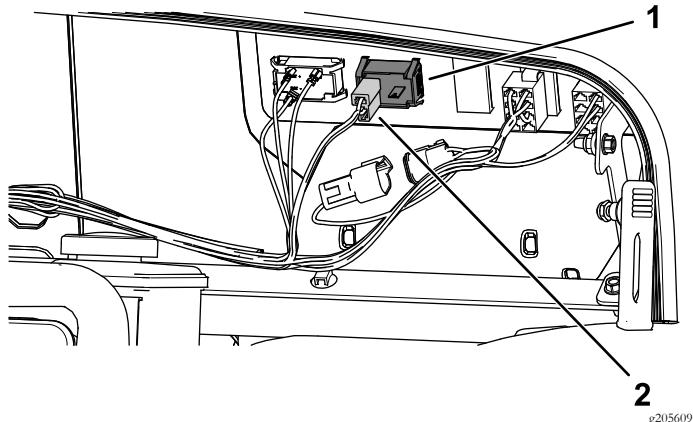
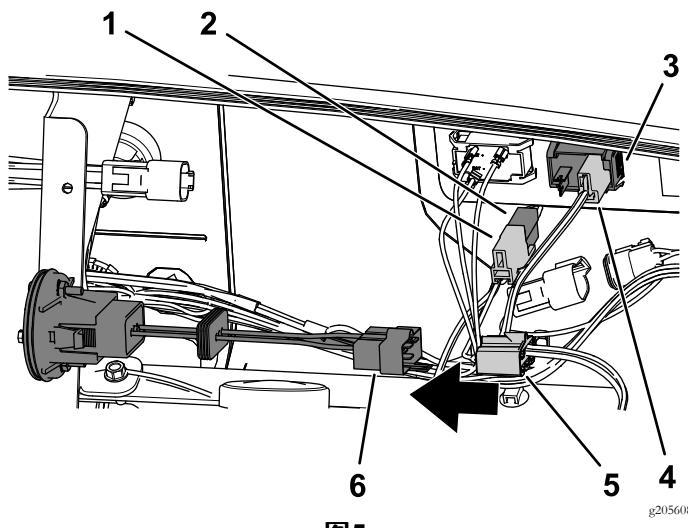

图4
图5
- 将无线小时表线束上的阴性 2 插槽接头连接到现有小时表上 图5。
- 将阴性 6 插槽接头连接到新的无线小时表上 图5。
- 从现有的小时表断开现有的阴性 2 插槽接头将其插入小时表线束上的阳性 2 针接头 图4 和 图5。